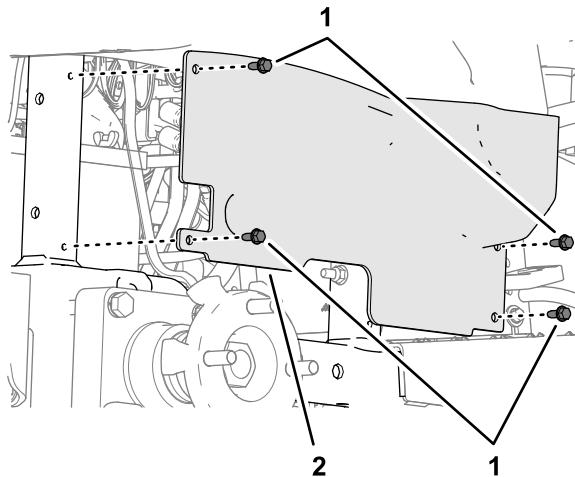

図 30
3. ホイールシュラウドを車体フレームに固定しているフランジキャップスクリュ $\frac{1}{4} \times \frac{5}{8}$ " 4 本を外す図 30。
6. ホイールシュラウドの穴を機体フレームの穴に合わせ図 30、シュラウドをフレームに固定するステップ3で外したフランジキャップスクリュ1/4 x 5/8" 4 本を使用する。